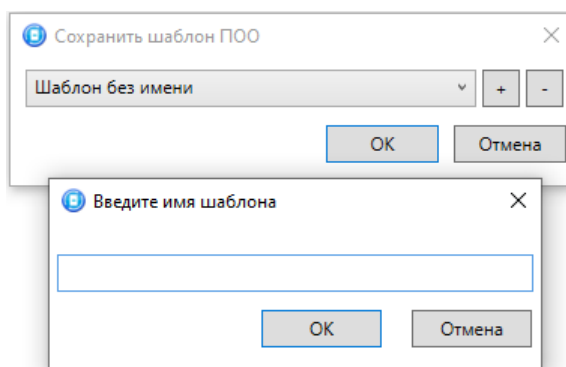

Рисунок 4.55 — Сохранение шаблона
- *Сохранить шаблон настроек:* открытие окна *Сохранить шаблон СПИ* (см. рисунок 4.55), с помощью которого может быть сохранена конфигурация ПОО контроллера в составе СПИ в качестве шаблона.